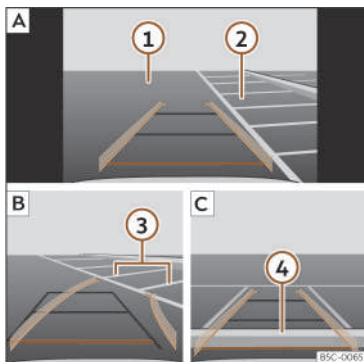

Fig. 136 Visualizzazione sulla schermata del sistema infotainment: parcheggiare con l'assistente alla retromarcia.
Legenda della >>> **fig. 136:**
- Posizionare il veicolo davanti all'area di parcheggio >>> **fig. 136** **2** **A**.